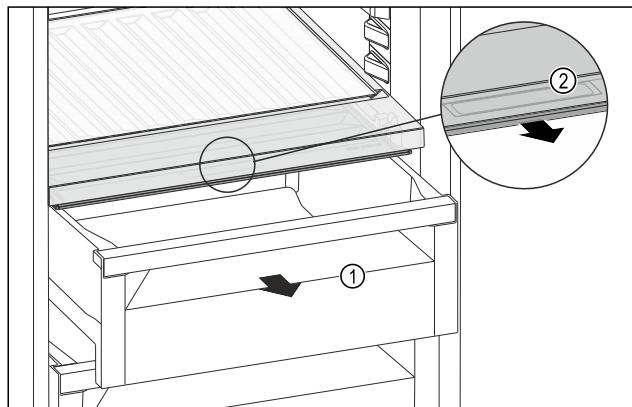

Fig. 107
- Изтеглете чекмеджето Fig. 107 (1).
- Хванете вдлъбнатия захват Fig. 107 (2) на капака на отделението и едновременно с това издърпайте напред капака на отделението.